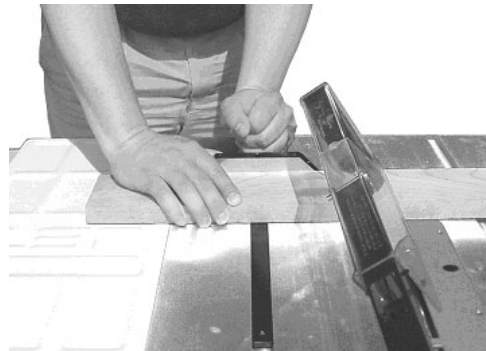

Рисунок 34
*Косой распил* – это особый тип распиловки, при котором угол наклона пильного диска составляет менее 90 градусов с рабочей поверхностью стола (Рисунок 34). Пиление выполняется таким же образом, как и продольный и поперечный распил, однако инструмент для распила под углом должен ис-